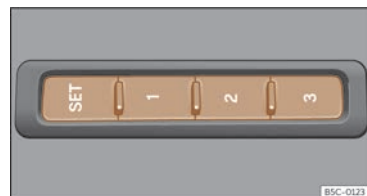

Fig. 101 Al lateral exterior del seient del conductor:tecles de memòria
- Premeu la tecla **SET** durant més d'1 segon »» **fig. 101**.